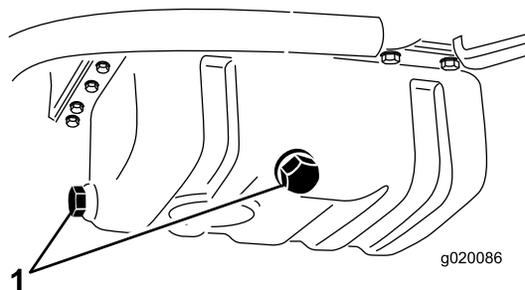

Figura 56
1. Togliete un tappo di spurgo (Figura 56) e lasciate defluire l'olio in una bacinella. Quando l'olio cessa di defluire, montate il tappo di spurgo.